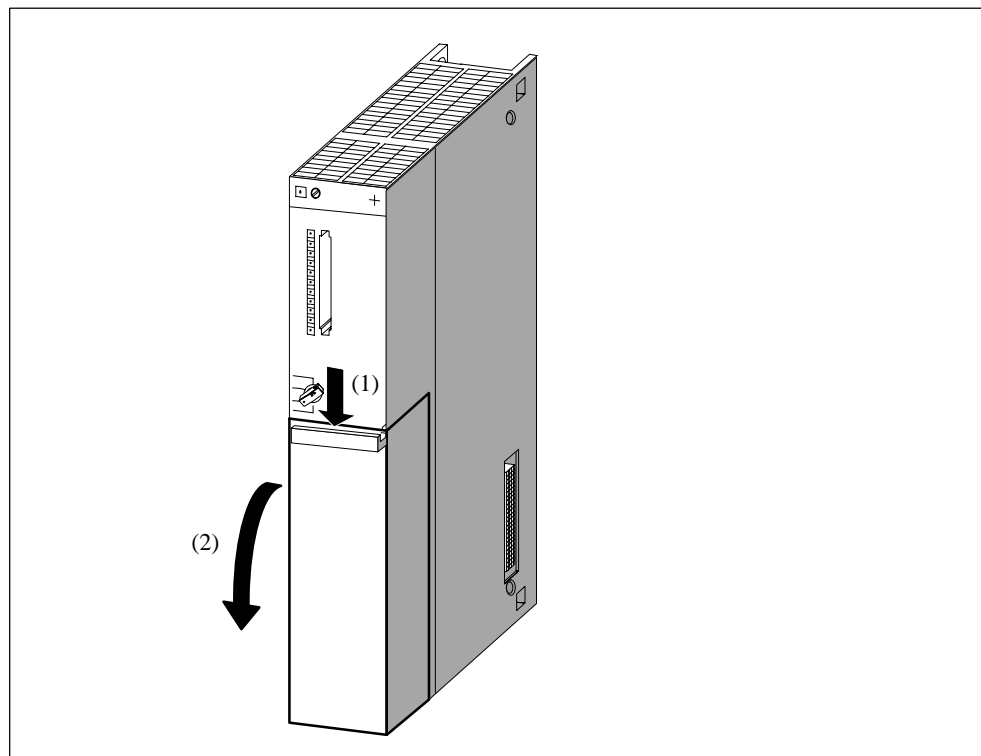

Bild 8-22 Abdeckhaube entfernen
4. Entfernen Sie ggf. die Abdeckhauben von den Baugruppen. Bild 8-22 zeigt, wie Sie die Abdeckhaube entfernen.
- Drücken Sie den Verschlusshebel nach unten (1).
- Schwenken Sie die Abdeckhaube nach vorne ab (2).